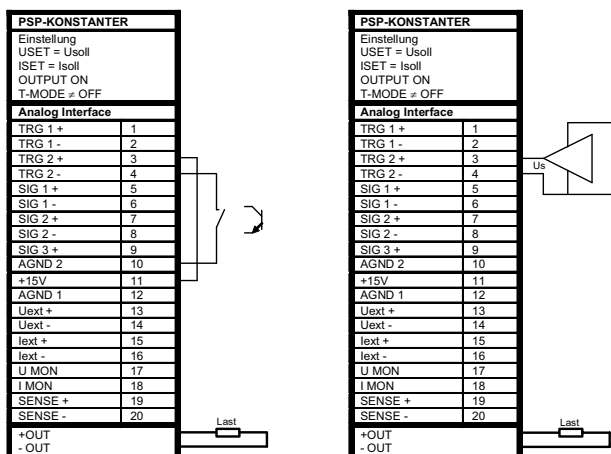

Bild 7.8 Ansteuerung eines Triggereingangs durch ein Schaltelement / externes Signal.
- Die Ansteuerung des TRIGGER-Eingangs kann mit dem +15 V-Ausgang der analogen Schnittstelle über einen beliebigen Schalter erfolgen (Bild 7.8).